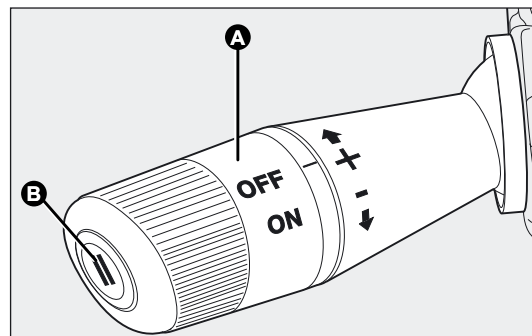

fig. 48
Draai de draaiknop A-fig. 48 in stand ON.
- ☐ zet de draaiknop A-fig. 48 in stand ON en trap het gaspedaal in tot de auto met de gewenste snelheid rijdt;
- ☐ druk op toets B-fig. 48.
- ☐ door het gaspedaal in te trappen; in dit geval wordt het systeem niet werkelijk uitgeschakeld, maar heeft het acceleratie-verzoek voorrang op het systeem; de cruise-control blijft ingeschakeld en het systeem stelt, na de acceleratie, de hiervoor opgeslagen snelheid weer in, zonder dat de knop B-fig. 48 hoeft te worden ingedrukt.